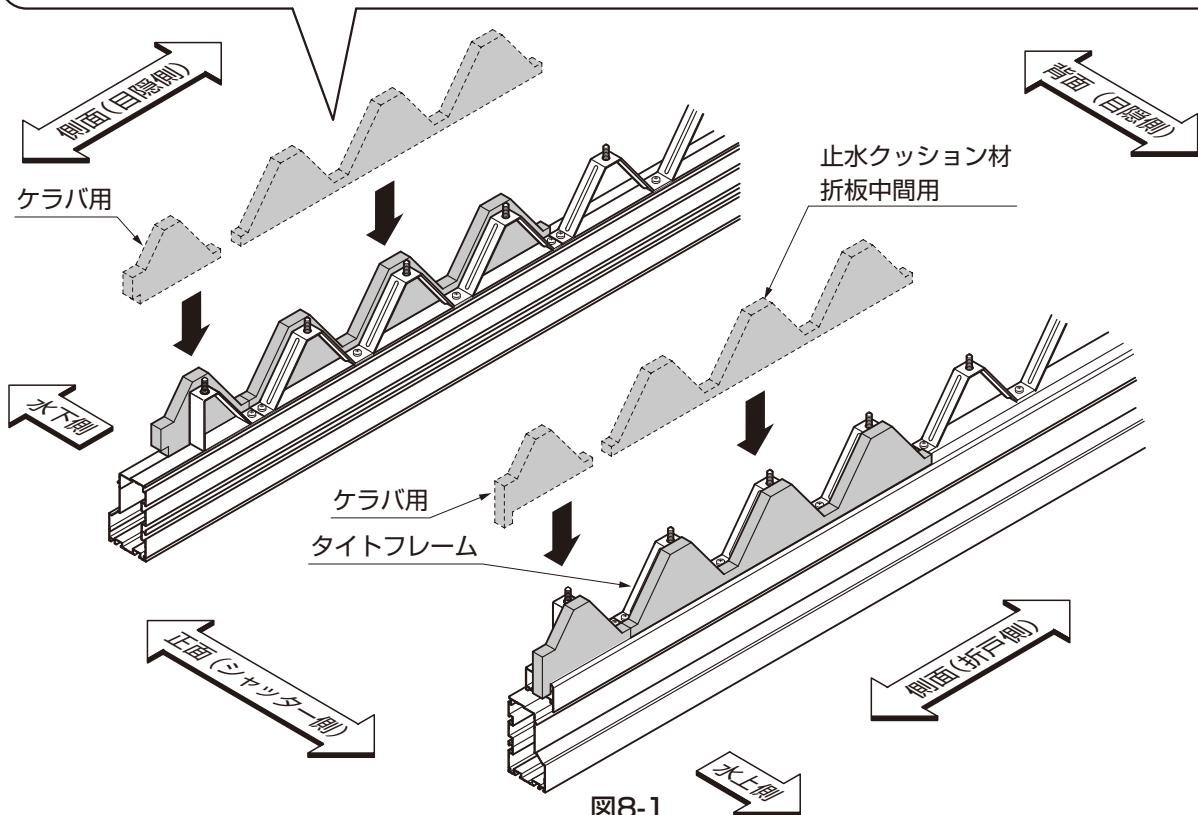

図8-1
①タイトフレームの外側にケラバ用、端部用、中間用の止水クッション材の下面シール(※2)をはがしてそれぞれ貼付けてください。(図8-1参照)